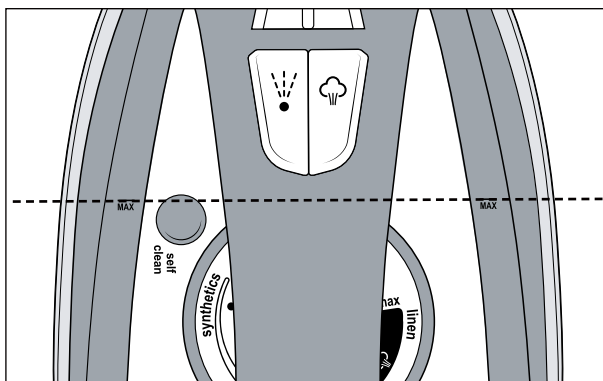

Fig. 1
- 3) Con il misurino **12** riempire il serbatoio dell'acqua  **2** non oltre il segno **MAX** (vedere fig. 1).